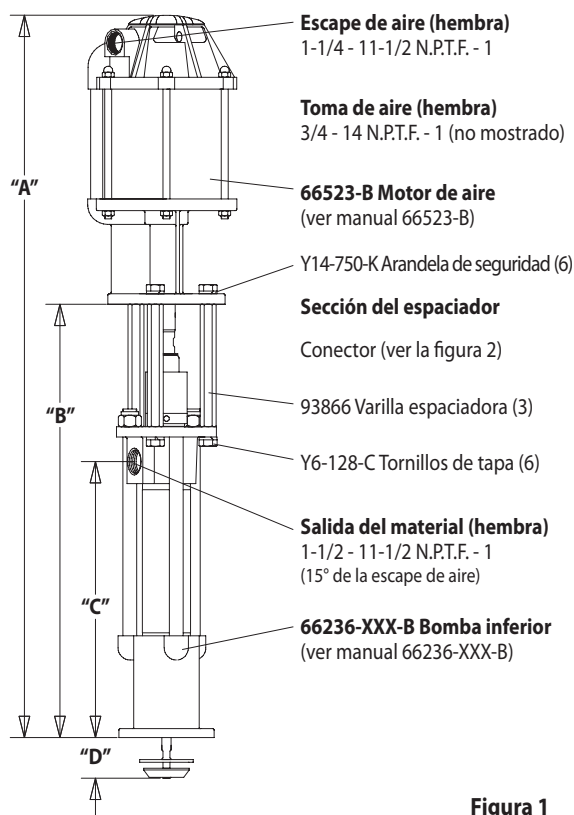

Figura 1
2. Extraiga los tres tornillos de tapa (Y6-128-C) y arandelas de seguridad (Y14-750-K) de las tres varillas separadoras (figura 1).